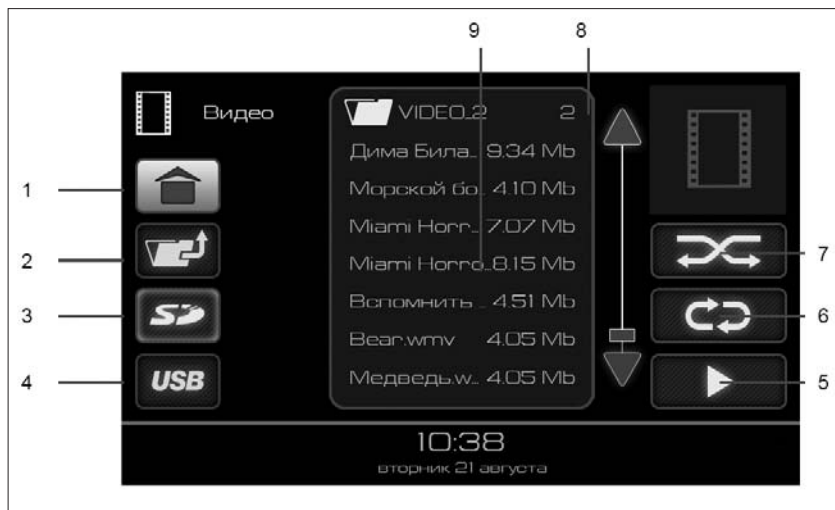
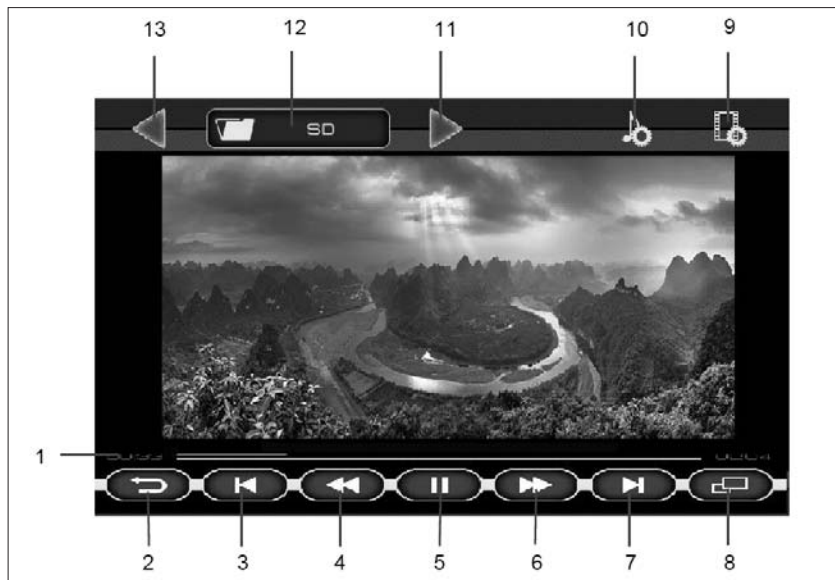

Рис. 6. Окно режима «ВИДЕО»
Рис. 7. Окно проигрывания видеофайлов
Доступные для воспроизведения видеофайлы и папки отображаются в списке (9), рис. 7. Двойное нажатие на изображение папки  отобразит список видеофайлов в этой папке. Для выхода из папки нужно нажать кнопку 2 (рис. 6).
режима повторного воспроизведения выбранного файла (кнопка 6, рис. 6);
– либо нажатие на кнопку воспроизведения файлов (кнопка 6, рис. 6) позволяет воспроизвести все видеофайлы, находящиеся в списке (9) на рис. 6;
– либо выбор папки одиночным нажатием на изображение папки  в списке (9) рис. 6, а затем нажатие кнопки воспроизведения файлов (кнопка 5, рис. 6) позволяет воспроизвести все видеофайлы, находящиеся в выбранной папке и ее подпапках.
Для включения полноэкранного режима воспроизведения нажать кнопку **8** (рис. 7) или на изображение.
Если при воспроизведении видеофайла нажать на кнопку **|| (5)** (рис. 7), а затем нажать на кнопку возврата (кнопка **2**, рис. 7), то произойдет переход в главное меню и в кнопке **«Видео»** (рис. 2) появится индикатор паузы. Этот режим позволяет вернуться к воспроизведению видеофайла с того места, где была поставлена пауза.